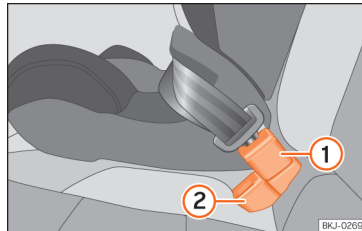

Abb. 43 Position des Gurtschlusses auf der Rückbank
- ① Gurtschloss für den mittleren Sitzplatz
- ② Gurtschloss für den äußeren Sitzplatz
- Gurtschloss für den mittleren Sitzplatz »» (Abb. 43) ① hinter dem Gurtschloss für den äußeren Sitzplatz »» (Abb. 43) ② anbringen.
- Schlosszunge des Sicherheitsgurts des mittleren Sitzplatzes in das Gurtschloss für den mittleren Sitzplatz »» (Abb. 43) ① stecken, bis es hörbar einrastet.
- Damit die Gurte richtig eingelegt sind, sollten die Gurtschlösser nicht verdreht werden »» (Abb. 43).